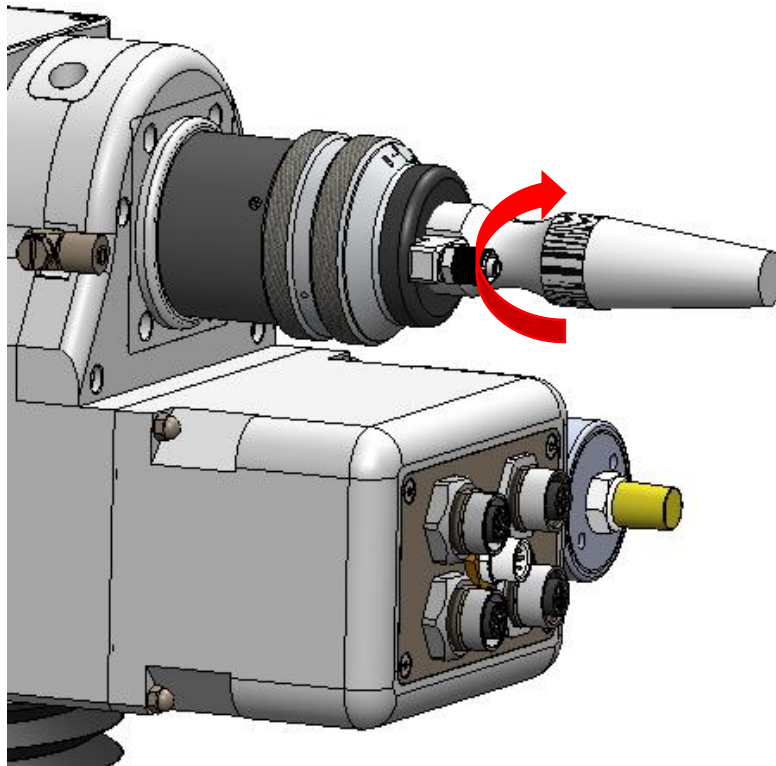

图2.9
- ⑤ 顺时针方向旋至极限位置（可以感觉到“噎”的一声），向上提起旋转螺母，再次顺时针旋转螺母直至压紧光纤头，将QBH连接器拧至锁紧状态（注意转到位即可，不要大力拧动，否则可能会损坏QBH内部结构），如图2.9所示。